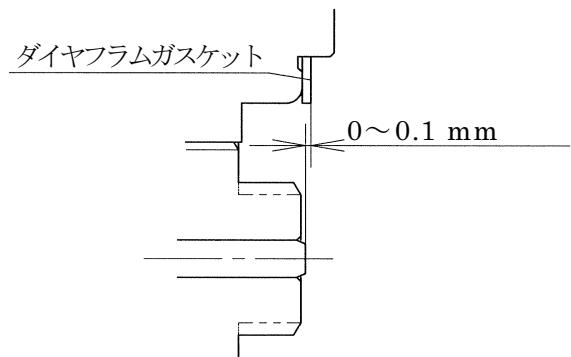

図 10 すきまの調整
7.6 パイロット弁体(13)、パイロット弁座(11)の交換は一对で行ってください。パイロット弁体(13)の先端がダイヤフラムガスケット(9)の上面から 0~0.1mm になるようにパイロット弁座ガスケット(12)の厚さと枚数を加減して調整してください(図 10 参照)。パイロット弁座ガスケット(12)は 0.1~0.5mm の 5 枚セットで用意しております。なお、ダイヤフラムガスケット(9)が新品の場合は締めると 0.4mm つぶれますから注意してください。